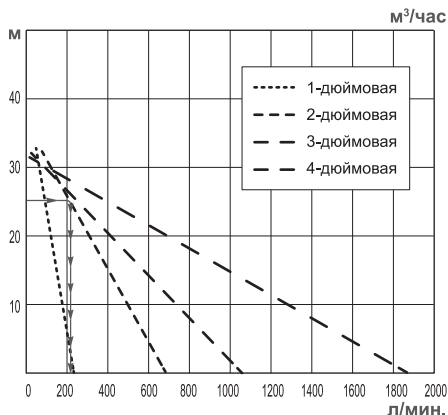

Рис. 17 График зависимости производительности Q мотопомпы от высоты подъема (H)
- График зависимости производительности мотопомпы от высоты подъема H_o (Рис. 17).
4. На графике зависимости высоты подъема от производительности мотопомпы (Рис.17) находим величину расхода, она составляет примерно 200 л/мин или 12 м³/час.